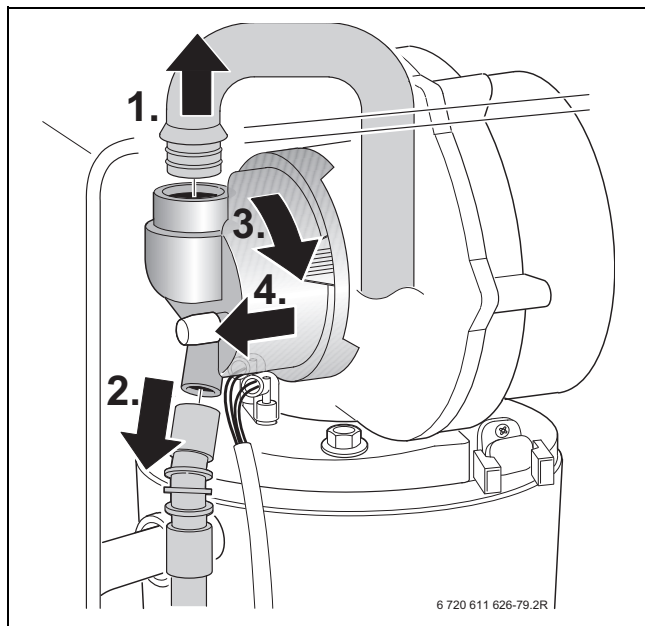
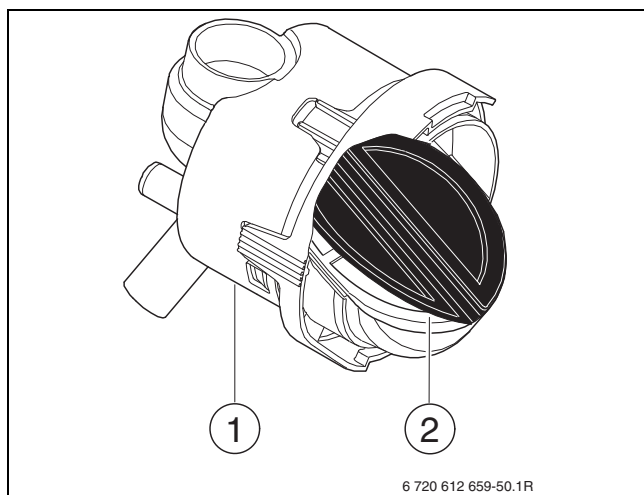

Fig. 74
Fig. 82
- Démontez le tube d'admission d'air et retirez le tuyau à gaz du dispositif de mélange, → figure 74.
- Démonter le mélangeur (fig. 82, [1]) comme indiqué sur la figure 74, pag. 49.